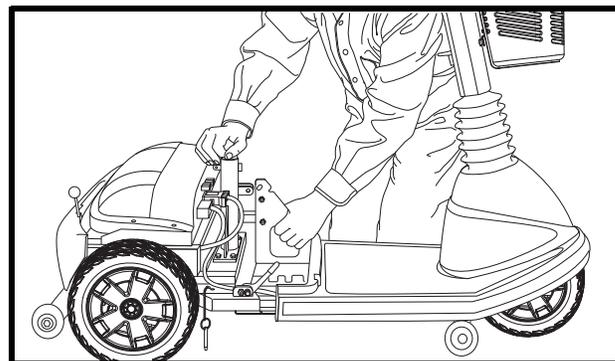

Figure 25. Séparation des sections du châssis
10. Séparez lentement les sections du châssis du scooter. Voir la figure 25.